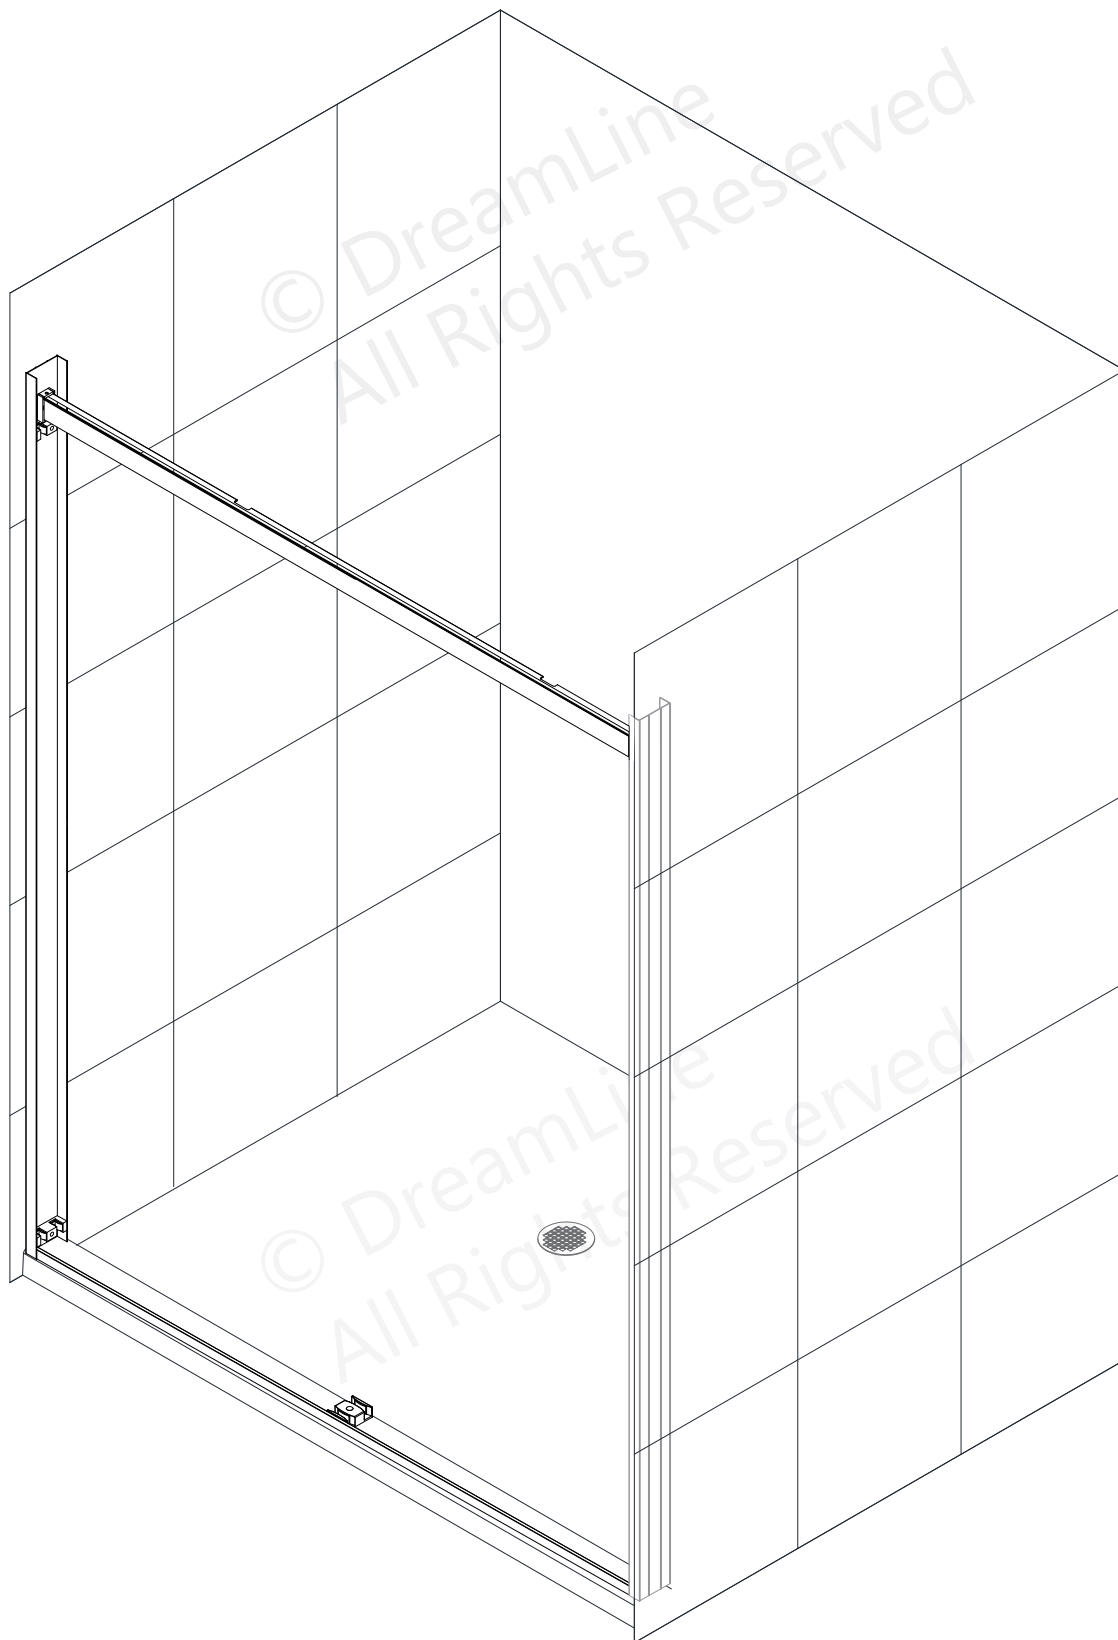

Fig 19
19. Ensuite, préparez les portes pour l'installation. **(Fig 19)**